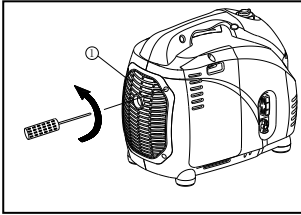

Fig.35
1. Desmontar la rejilla de escape (Fig.35).